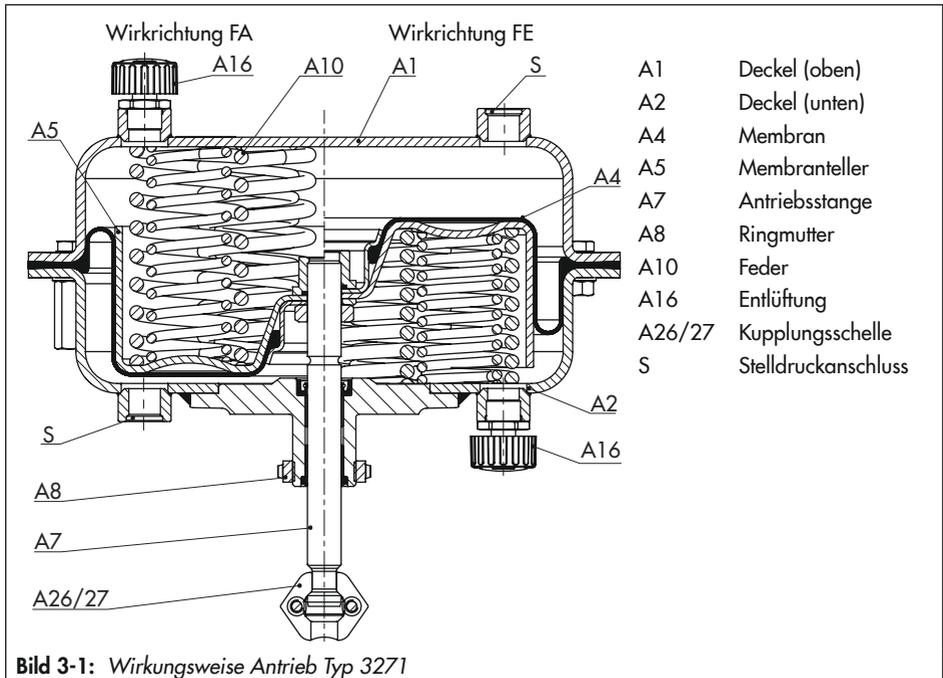

Bild 3-1: Wirkungsweise Antrieb Typ 3271
Im Wesentlichen besteht der Antrieb aus den beiden Deckeln (A1, A2), der Membran (A4) mit Membranteller (A5) und den Federn (A10), vgl. Bild 3-1.
In der Ausführung „Antriebsstange durch Federkraft ausfahrend FA“ wird der Stelldruck über den unteren Stelldruckanschluss (S) in die untere Membrankammer geführt und bewegt die Antriebsstange (A7) gegen die Federkraft nach oben (vgl. Bild 3-1, linke Hälfte).
Bei der Ausführung „Antriebsstange durch Federkraft einfahrend FE“ wird der Stelldruck über den oberen Stelldruckanschluss (S) in die obere Membrankammer geführt und bewegt die Antriebsstange (A7) gegen die Federkraft nach unten (vgl. Bild 3-1, rechte Hälfte).